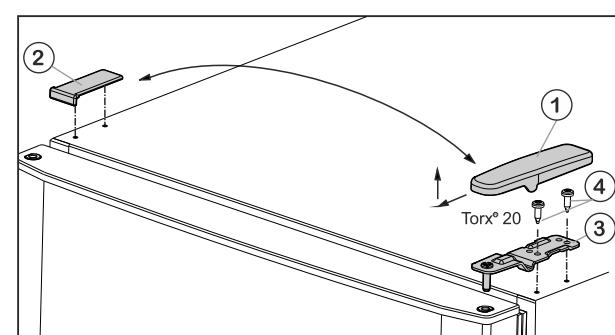

Fig. 6
- Pokrov Fig. 6 (1) snemite s potegom naprej in navzgor.
- Dvignite pokrov Fig. 6 (2).
- ▶ Odvijte zgornji ležajni podstavek Fig. 6 (3) (2-krat Torx® 20) Fig. 6 (4) in ga s potegom navzgor snemite.
- ▶ Zgornji ležajni podstavek Fig. 6 (3) vstavite na vrata na novi strani s tečaji.
- ▶ Zgornji ležajni podstavek **trdno (s 4 Nm)** privijte (2-krat Torx® 20) Fig. 6 (4). Po potrebi uporabite akumulatorski izvijač.
- ▶ Pokrov Fig. 6 (1) na nasprotni strani od zunaj namestite in pripnite.
- ▶ Pokrov Fig. 6 (2) na nasprotni strani tudi od zgoraj namestite in pripnite.